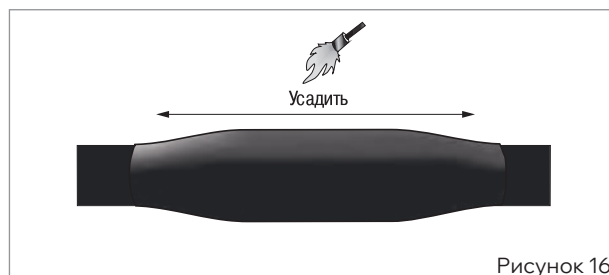

Рисунок 16
■ Надвинуть трубку восстановления оболочки, расположив ее симметрично относительно центра муфты и усадить, начиная с середины, равномерно разогревая в одну и другую сторону. После усадки по торцам трубки должен быть виден выступивший расплавленный клей (рис. 16).